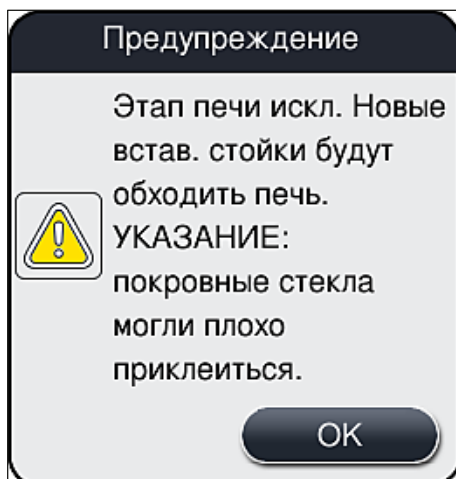

Рис. 36
3. Подтвердите конфигурацию нажатием кнопки **Сохранить** (→ Рис. 33-5), после чего ознакомьтесь с информационным сообщением на дисплее (→ Рис. 36) и подтвердите его нажатием **OK**.